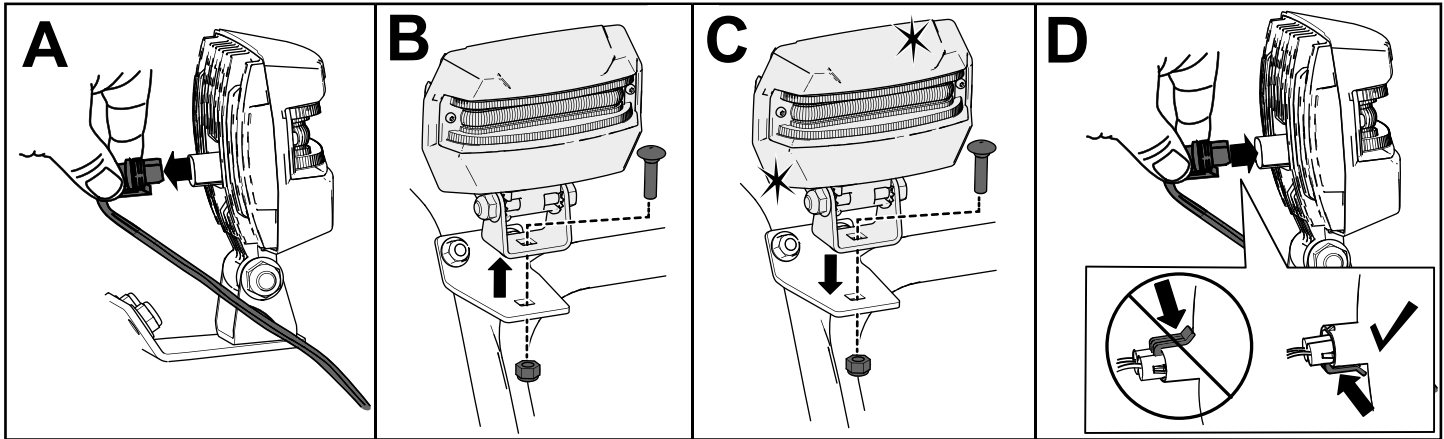

Bild 39
1. Entfernen Sie das Scheinwerferkabel von der Rückseite des Scheinwerfers (A in Bild 39).
2. Entfernen Sie die Schraube und Mutter, mit denen der Scheinwerfer an der Scheinwerferhalterung befestigt ist, und nehmen Sie dann den alten Scheinwerfer ab (B in Bild 39).
3. Befestigen Sie den neuen Scheinwerfer mit der vorher entfernten Mutter und Schraube an der Scheinwerferhalterung (C in Bild 39).
4. Stecken Sie das Scheinwerferkabel gerade in die Rückseite des Scheinwerfers ein, bis es fest sitzt (D in Bild 39).